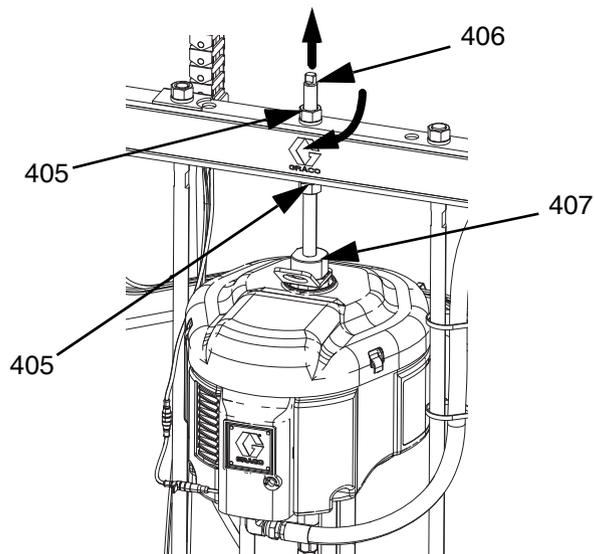

ABB. 43
1. Unterpumpe (C) in Platte (D) einsetzen. Den Schritten unter **Anbringen der Platte** auf Seite 106 folgen.
3. Luftmotor (B) anschließen:
- a. Schraubenschlüssel verwenden, um Mutter (405) auf der Oberseite des Zugbalkens zu drehen und den Luftmotor (B) auf die Unterpumpe abzusenken. Siehe ABB. 43 auf Seite 107. Mutter (405) nach oben drehen und sie unter dem Zugbalken festziehen. Mutter (405) unter dem Zugbalken mit einem Anzugsmoment von maximal 34 N•m (25 ft-lb) festziehen.